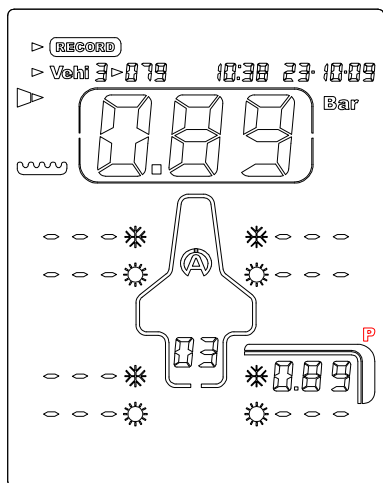

Ilustración 4
- 5) Coloque el embudo del Tyrecontrol en la válvula del neumático (*ilustración 4*).